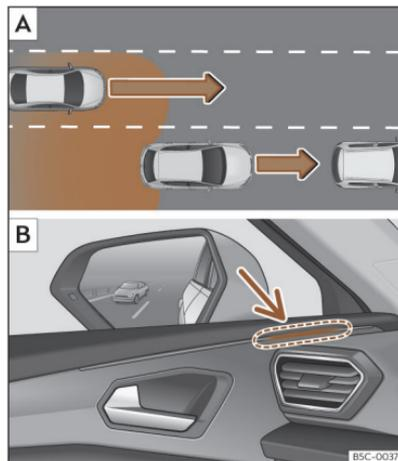

Abb. 144 Schematische Darstellung: **A** Überholen mit Verkehr im hinteren Bereich. **B** Anzeige des Spurwechselassistenten links.
In folgenden Situationen wird die Anzeige in der Kontrollleuchte >>> **(Abb. 144)** **B** (Pfeil) oder >>> **(Abb. 145)** **B** (Pfeil) dargestellt:
- Bei einer Überholung durch ein anderes Fahrzeug >>> **(Abb. 144)** **A**.